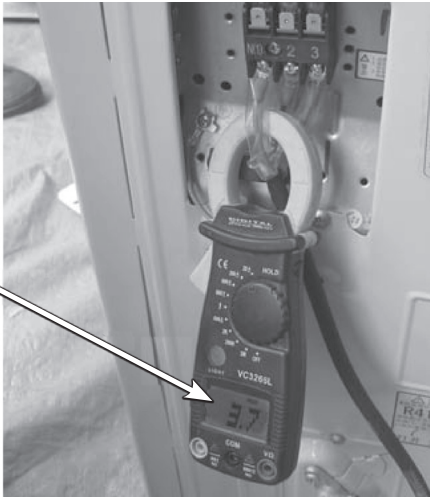

图 5-52 运行电流最高 3.7A
2) 在运行过程中室外机电流最高为 3.7A，如图 5-52 所示，说明压缩机没有高频运行。